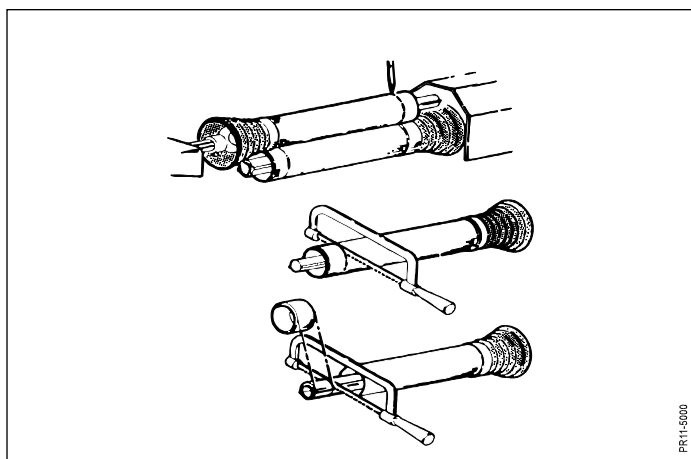

Fig. 2.6
- Fig. 2.6** Fastgør kraftoverføringshalvparterne til henholdsvis PTO (på traktoren) og PIC (maskinens indgangsaksel), når disse er i samme vandrette plan, og lige over for hinanden. (Den ved denne maskine korteste afstand). Hold akselenderne parallelle med hinanden og afmærk de 30 mm (min.). Afkort alle 4 rør lige meget. Rørprofilernes ender skal afrundes og eventuelle grater skal omhyggeligt fjernes.